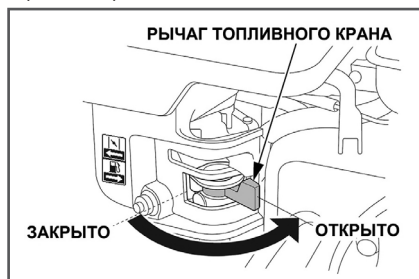

Рис. 16 Рычаг топливного крана PC6337F
3. Откройте топливный кран переводом рычага вправо (только для PC6337F) (Рис. 16).